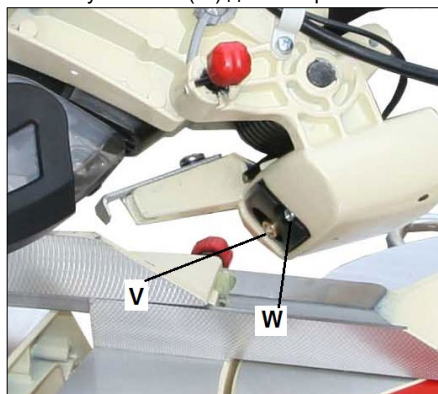

Рис. 9
Лазерный указатель (V, Рис. 9) необходимо настроить таким образом, чтобы луч совместился с линией распила. Используйте винт (W) для настройки.